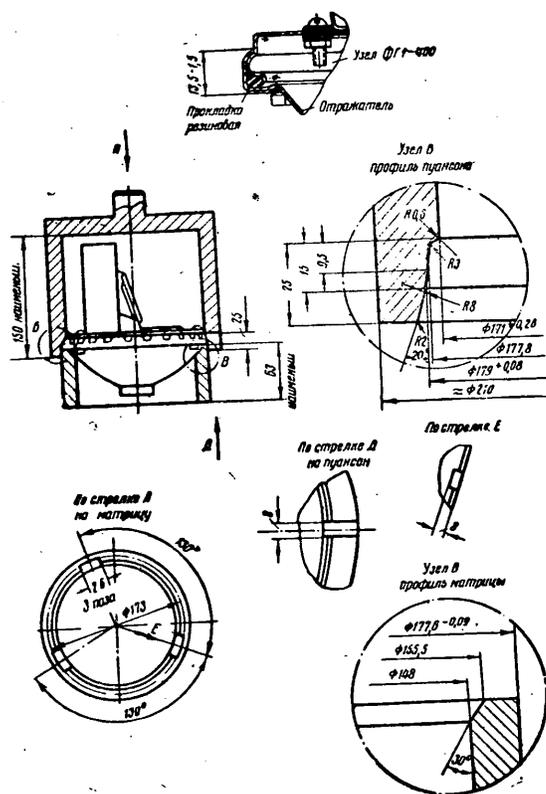

Рис. 24. Приспособление для завальцовки насадки фар
5) установить светомаскировочную насадку так, чтобы фиксатор-выступ ободка насадки вошел между двумя прямыми зубцами отражателя (рис. 23) и загнуть (завальцевать) зубцы отражателя с помощью приспособления, показанного на рис. 24. Фиксаторы отражателя при установке в приспособление должны совпадать с пазами нижней части приспособления;